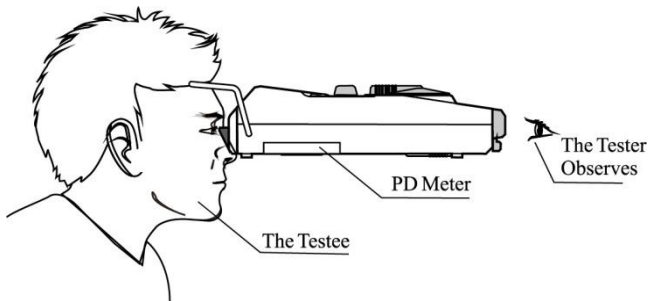

Abb.6
- b. Legen Sie den Stirnträger leicht auf die Stirn der Testperson und den Nasenträger leicht auf den Nasenrücken der Testperson und halten Sie das Ger ä dann in einem horizontalen Zustand (wie in Abb. 6 gezeigt).